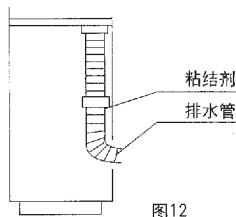

图12
- (2) 排水管应由内向外如图所示倾斜，以便冷凝水排除。
- (3) 为了防止排水管接口处泄漏，请在接口处使用粘剂，见图12。
- (4) 安装时可根据具体情况来布置管道走向，既可由后板孔内通出，也可在右侧板或底座相应的孔中通出。